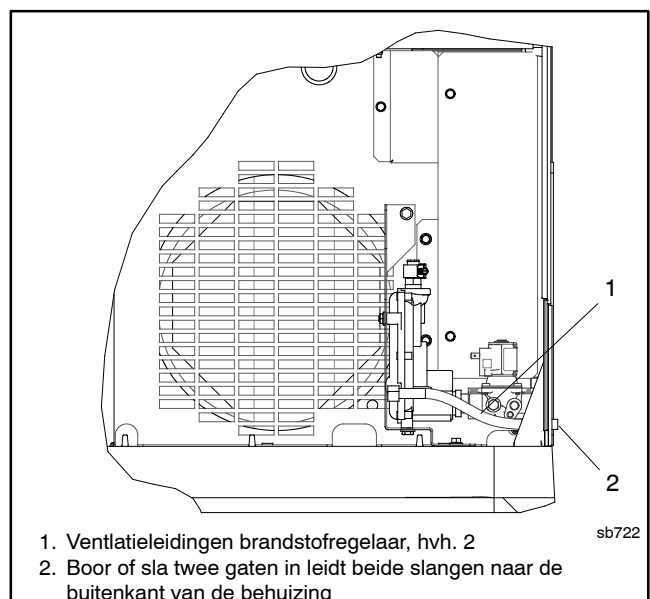

Afbeelding 1-13 Brandstofregelaar en LPG-aansluitstuk, 20RESA/RESAL
Voor LPG wordt een speciaal aansluitstuk voor de brandstofleiding gebruikt. De eenheid wordt normaal gesproken geleverd voor aardgas en het speciale aansluitstuk is dan in de nabijheid van de brandstofmagneetklep bevestigd. Voor overstappen naar LPG plaatst u de LPG-opening zoals hieronder wordt beschreven. Zie Afbeelding 1-13 voor de locatie van de onderdelen van het brandstofsysteem.
5. Verwijder de slangklem en de brandstofslang van de slangaansluiting. Zie Afbeelding 1-13.
6. Plaats de LPG-opening in de slangfitting. Zie Afbeelding 1-13.